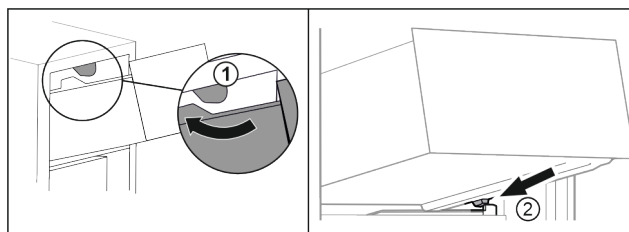

Fig. 69
- ▶ Før skuffen omkring de øverste stop. Fig. 69 (1)
- ▶ Sæt skuffen skråt bag de nederste stop på beholderristen. Fig. 69 (2)